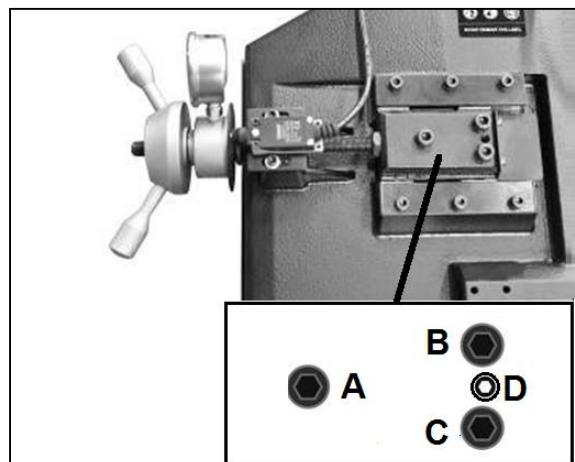

Abb. 8-5: Einstellung der Sägebandführung
- Die Innensechskantschrauben (A, B, C, Abb. 8-5) lösen.